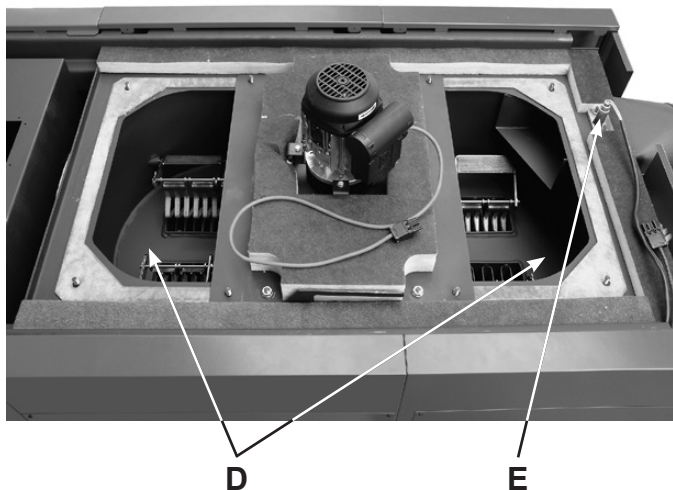

Fig. 21
- Retirer le connecteur (A).
- Dévisser les écrous à oreilles (B).
- Enlever les couvercles du collecteur de gaz de combustion (C).
- Aspirer les cendres (D, Fig. 21).